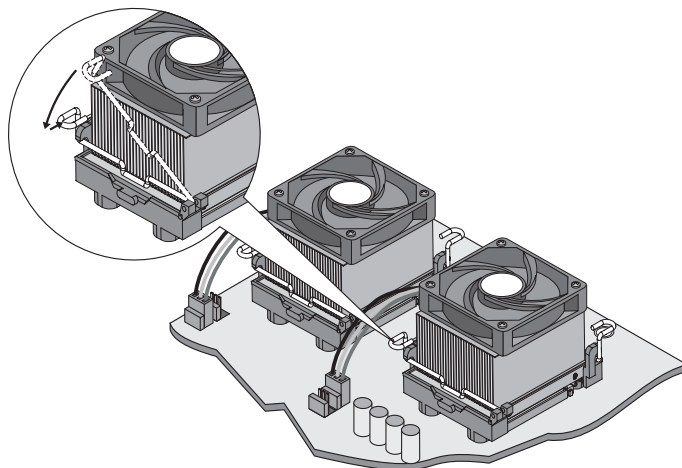

图 2-19：固定散热片
- 只需将每侧支架上的锁定杆合上，便可固定散热片。要合上锁定杆，只需将其按下，并将其手柄放入支架上的挂钩内即可。请参阅图 2-19。
- 将散热片的散热风扇连接器连接到主板上的第二个散热风扇连接器（CPU 2 风扇）上。请参阅图 2-19。